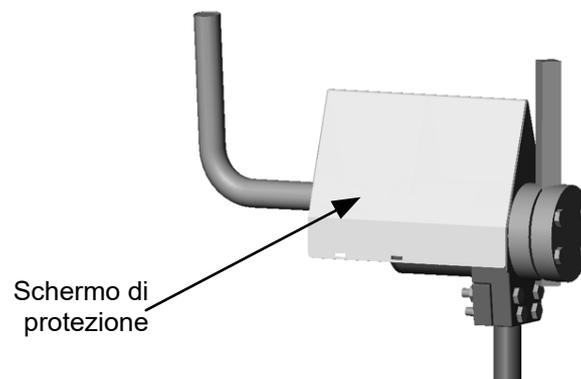

Figura 3. Schermo di protezione posizionato sopra l'unità della testina
- Per proteggere il sensore dai materiali in caduta e impedire l'inutile accumulo di questi ultimi su di esso, è possibile posizionare uno schermo di protezione sopra l'unità della testina (Figura 3).